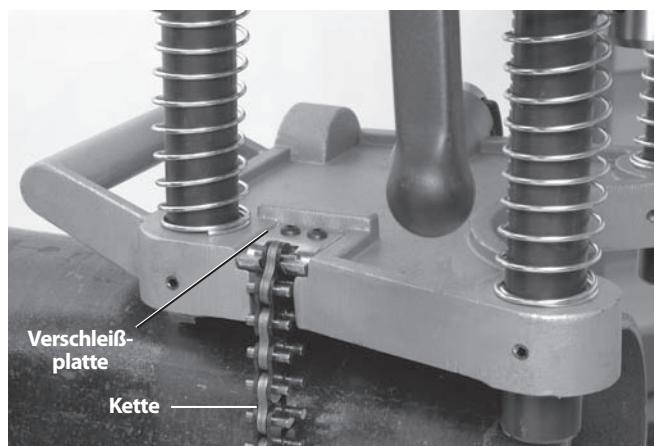

Abbildung 5 – Einhaken der HC-450 Kette
3. Halten Sie immer mindestens eine Hand am Gerät, um es zu stabilisieren und zu führen. Ergreifen Sie das Ende der Kette und ziehen Sie sie fest um die Leitung. Haken Sie den nächsten Kettenstift in die Verschleißplatte und ziehen Sie den Schwenkgriff fest an, um das Gerät an der Leitung zu halten. (Siehe Abbildung 5.)